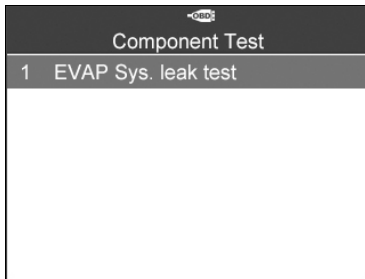

Abbildung 6.24
- 2) Warten Sie, bis das Scan-Tool das Menü **Komponententest** anzeigt. (Abbildung 6.24)